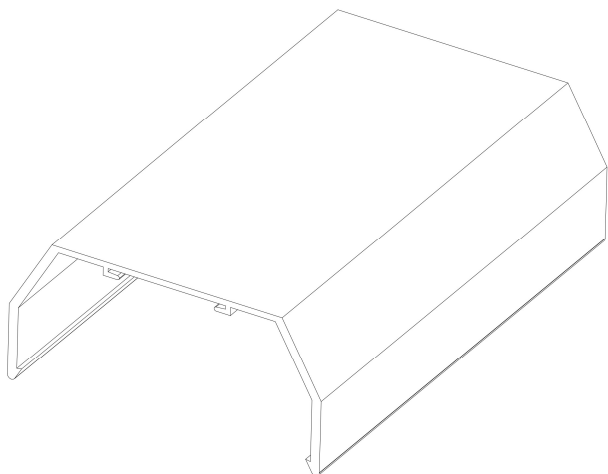
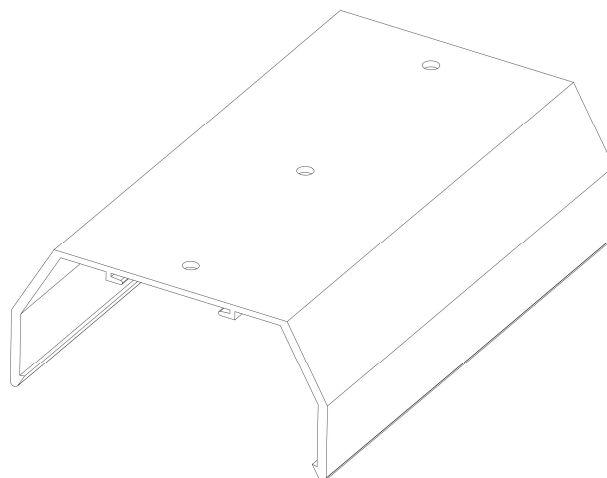

Рисунок 94 – защитный профиль без отверстий
Рисунок 95 – защитный профиль с отверстиями
- С помощью инструмента проделайте в защитном профиле отверстия (рис. 94; рис. 95).